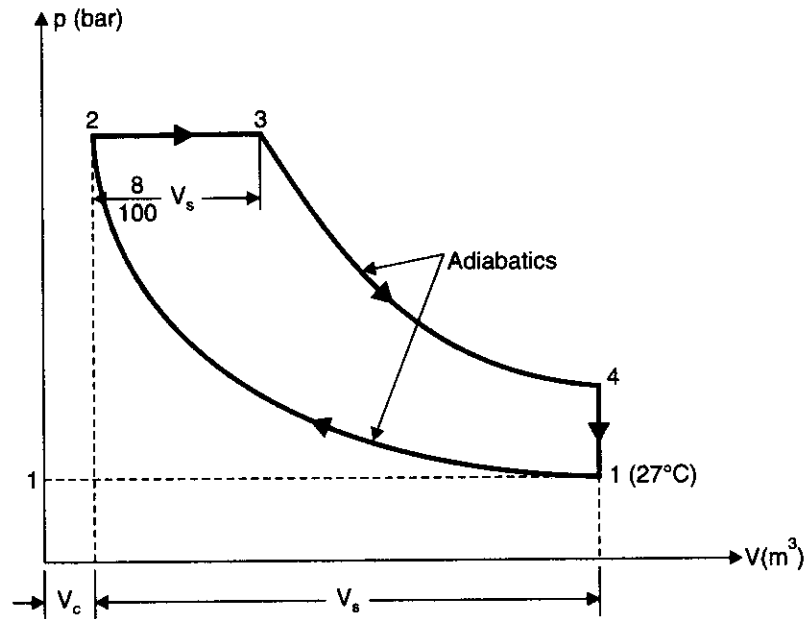

Fig. 13.17
**Solution.** Refer Fig. 13.17.